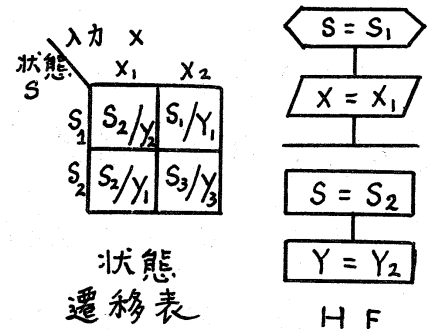

図 2.1
2) HFの基本単位は状態遷移表の一欄に対応する。[図 2.1 参照]